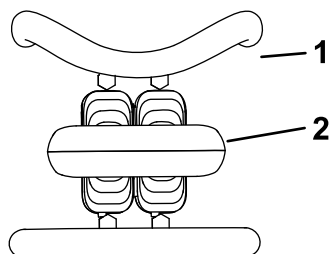

Figura 5
- Para parar a máquina, liberte o controlo de tração (**Figura 5**).